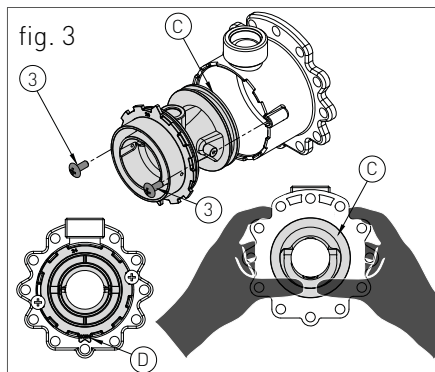

fig. 3
- › destornillar los dos tornillos '3' (fig.3) y hacer presión sobre la parte posterior del venturi 'C' (fig.3);
- › sustituir el cuerpo venturi con el adecuado para el tipo de gas de red (Para 28 kW cód. 30-00232 para metano / cód. 30-00169 para GPL) (Para 34 kW cód. 30-00207 para metano / cód. 30-00201 para GPL) y comprobar que la orientación del diente 'D' (fig.3) se dirija hacia abajo en el anillo de aluminio (ver fig.3);